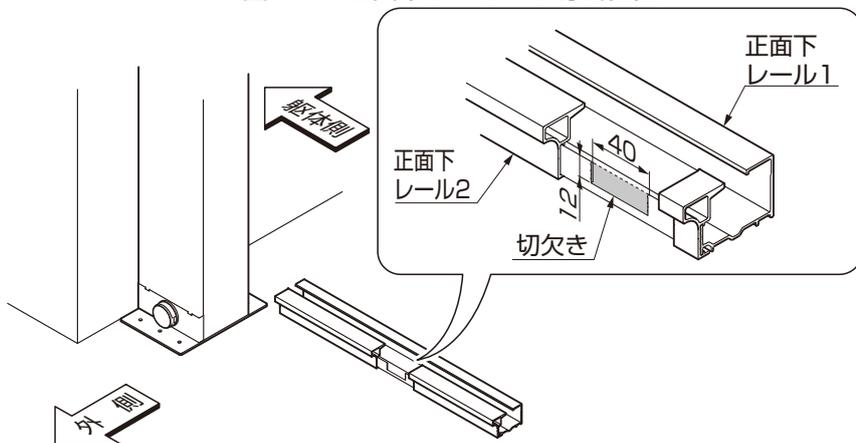

図6-6 正面下レール1の切り欠き
- ②正面下レール1の外側立上がり部を切欠いてください。(図6-6参照)